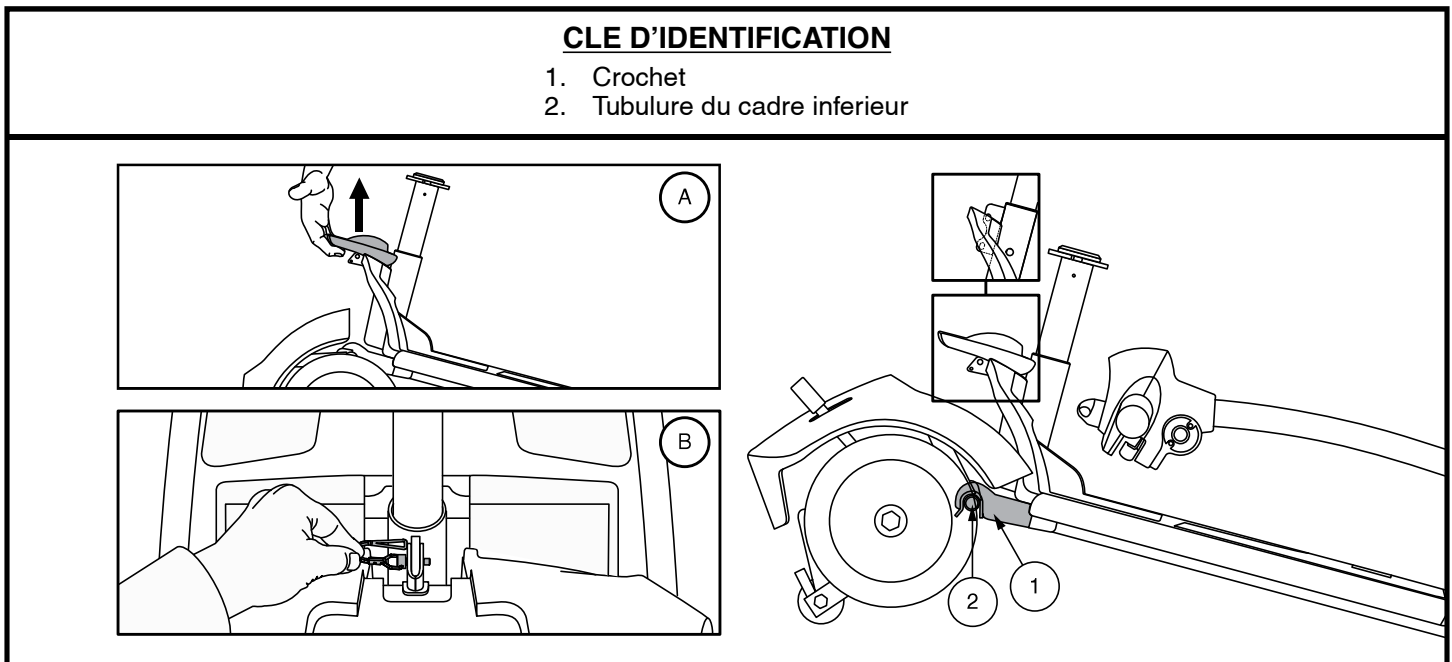

Figure 33. Levier de blocage du cadre (Style A) et Libérez la goupille de verrouillage de blocage du châssis (Style B)
4. Séparez doucement les sections du Travel Scooter. **Voir la figure 33.**
NOTE: Avant de débuter l'assemblage, basculez légèrement la section arrière du Travel Scooter vers ses rolettes antibascule tel que montré dans la figure 33.
1. Soulevez la section avant par le levier de blocage (ou le mât du siège sur les modèles 36, 336, 83, et 84) et alignez les crochets avec la tubulure de la section arrière. **Voir la figure 33.**
2. Une fois que les crochets du châssis sont sur le tube inférieur du châssis, abaissez la section inférieure avant et faites pivoter la section arrière simultanément. Ceci engagera le verrouillage du châssis automatiquement pour les modèles 39, 40, 44, 40LX, 40X, 44X, 40E, 44E, 44LX, 49, 50LX, 50LXLIT, 54LX, 54LXLIT, 53, 53HD, 54, 54HD, 66, 67, 73, 74, et Jazzy ZTS. Pour les modèles 36, 336, 83, et 84, vous aurez besoin de réinstaller la goupille de verrouillage du châssis pour terminer l'assemblage du corps. **Voir la figure 33.**